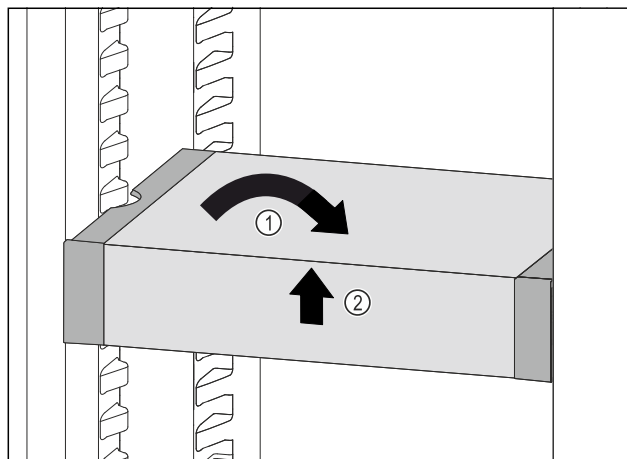

Fig. 120
- ▶ Plasser VarioSafe rett. *Fig. 120 (1)*
- ▶ Løft VarioSafe opp i forkant. *Fig. 120 (2)*